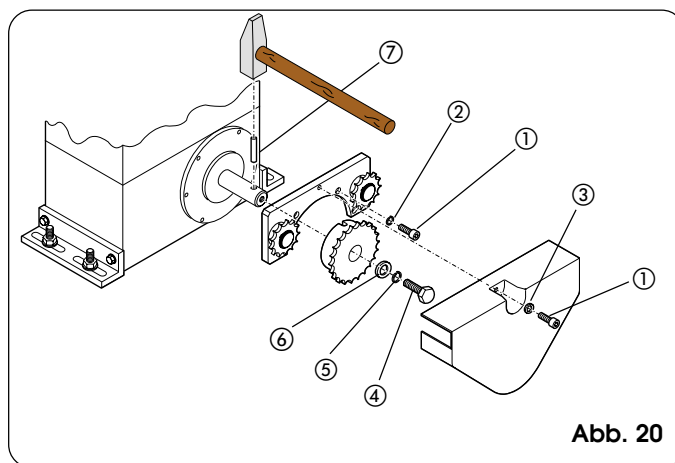
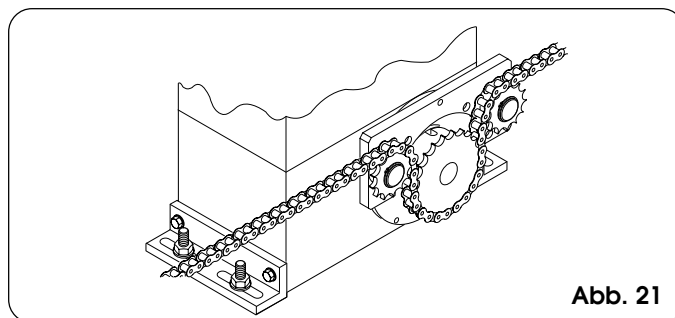

Abb. 20
Abb. 21
##### 4.5.2. MOD. 844 ER RF (Abb. 20 - 21)
- 1) Federstecker ⑦ mit einem Hammer in die Welle eintreiben.
- 2) Den Bügel der Umlenkrollen mit Hilfe der im Bausatz enthaltenen vier Schrauben ① (M5 x 12) und entsprechenden Scheiben ② gemäß Abb. 20 auf den Motorflansch anbringen.
- 3) Die Passsitze des Kettenritzels mit dem Federstecker in der Welle fluchten und die Schraube ④ mit den entsprechenden Scheiben ⑤ und ⑥ festziehen.
- 4) Die Kette nach Angaben in Abb. 21 einfädeln und das Abdeckgehäuse mit der Schraube ① und der Scheibe ③ (Abb. 20) aufsetzen.